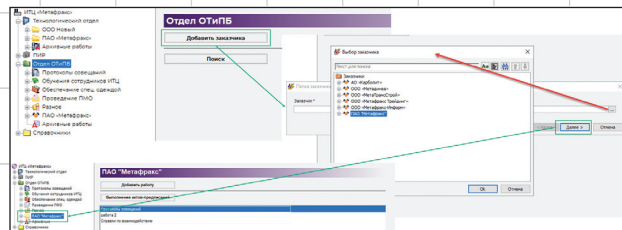

Рис. 49. ОТиПБ: данные о заказчике работ
- структура «Заказчик» создается по справочнику контрагентов и предназначена для хранения и обработки результатов работ отдела ОТиПБ в рамках отношений с конкретным заказчиком (рис. 49).